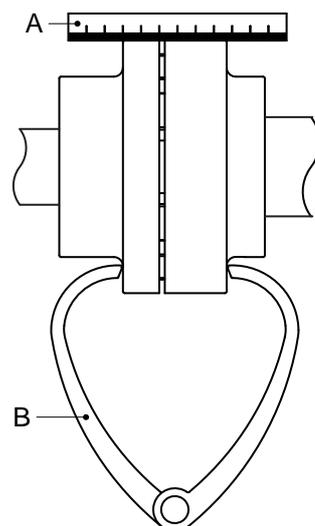

Abbildung 4: Ausrichten der Kupplung mit Hilfe eines Lineals und einem Außentaster.
- 1 Ein Lineal (A) auf die Kupplung legen. So viele kupferne Ausgleichscheiben wie nötig unterlegen oder entfernen, um den Elektromotor auf die korrekte Höhe zu bringen, sodass die gerade Kante beide Kupplungshälften über die gesamte Länge berührt, siehe Abbildung 4.
3 Die Ausrichtung nochmals mit einem Außentaster (B) an 2 diametral einander gegenüberliegenden Stellen an den Seiten der Kupplungshälften prüfen, siehe Abbildung 4.